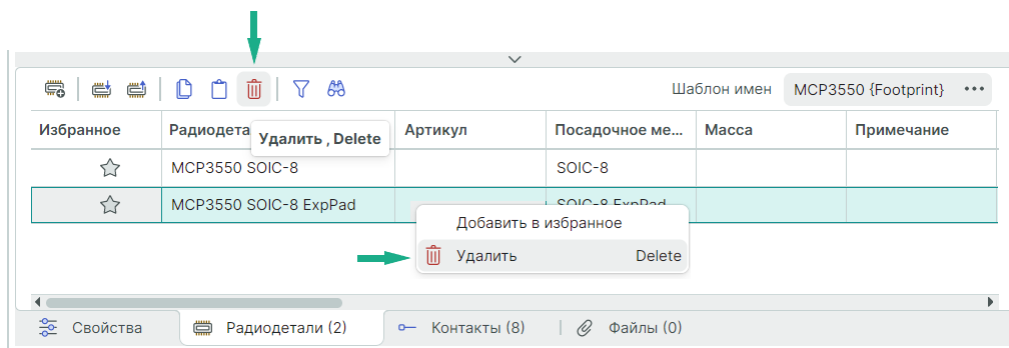

Рис. 316 Удаление радиодетали
2. Нажмите на символ  «Удалить выбранный элемент», см. Рис. 316.
Альтернативный способ удаления строки радиодетали – выбрать из контекстно меню команду «Удалить», см. Рис. 316.